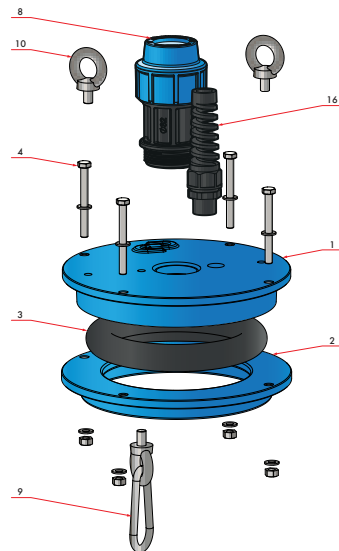

Рисунок 3
(рисунок 3) Оголовок скважинный крепится на обсадной трубе один раз за весь период эксплуатации оголовка. Оголовок скважинный состоит из крышки (1), прижимного фланца (2), резинового кольца (3). Оголовок скважинный фиксируется на обсадной трубе при сжатии винтами (4) резинового кольца (3). Оголовок скважинный имеет отверстие для монтажа насоса и цилиндрическую поверхность для уплотнения крышки (1) с помощью кольца (3). Оголовок скважинный имеет гермоввод (16) электрокабеля насоса, цанговый зажим (8) напорной трубы, состоящий из накладной гайки, разрезного кольца, стопорного кольца и уплотнительного кольца. Также в крышке (1) установлен болт, к которому крепятся рым-гайка и карабин троса (9). Проушины (рым-болты) (10), установленные в крышке оголовка (1), дают возможность погружения насоса лебедкой, краном и другими грузоподъемными механизмами.